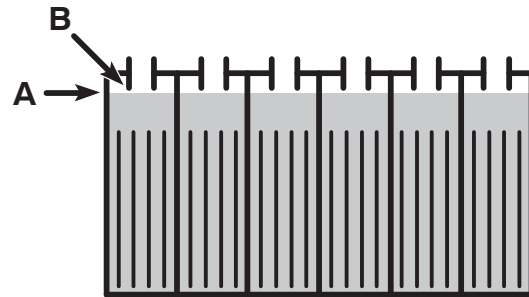

FIG. 33
3. Après la mise en charge des batteries, vérifiez le niveau d'électrolyte (A) dans chaque élément de batterie. Le niveau doit se trouver environ à 1 cm du bord inférieur de l'orifice de remplissage (B). Ajoutez de l'eau distillée si nécessaire (Figure 33). NE REMPLISSEZ PAS TROP.